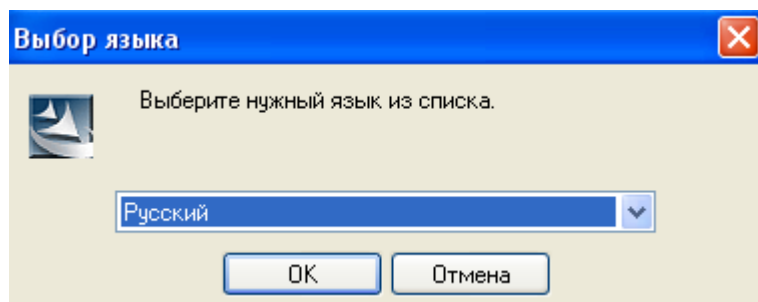

Рис. 6.6-1. Панель выбора языка установки программного комплекса «Авто-Интеллект»
- 2.3. Требуется выбрать язык установки программного комплекса «Авто-Интеллект» (Рис. 6.6-1).